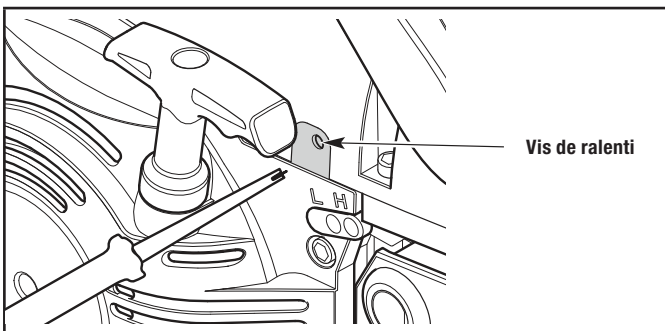

Figure 43
- 2a. Si le moteur s'arrête, utilisez un petit tournevis Phillips ou à tête plate pour tourner la vis de ralenti dans le sens des aiguilles d'une montre, 1/8 de tour à la fois (au besoin) jusqu'à ce que le moteur tourne bien au ralenti (Fig. 43).
- 2b. Si le moteur se met au ralenti trop rapidement, tournez la vis de ralenti dans le sens contraire des aiguilles d'une montre, 1/8 de tour à la fois (au besoin) pour réduire la vitesse de ralenti (Fig. 43).